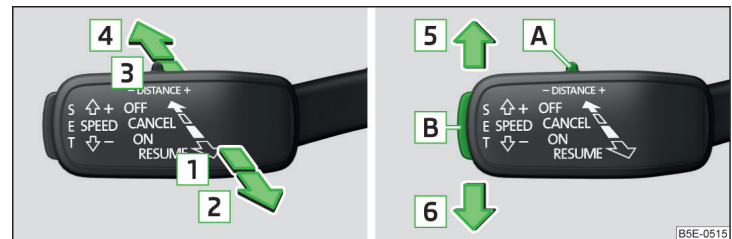

Abb. 224 Bedienungshebel
Übersicht der ACC-Funktionen, welche mit dem Hebel bedient werden » Abb. 224
- Die Taste **SET** » Abb. 224 auf Seite 193 drücken.
- **oder:** Den Hebel in die gefederte Stellung **RESUME** » Abb. 224 auf Seite 193 einstellen.
- Den Hebel in die gefederte Stellung **CANCEL** » Abb. 224 auf Seite 193 einstellen.
Die gewünschte Geschwindigkeit wird mit dem Bedienungshebel eingestellt oder geändert » Abb. 224 auf Seite 193.
› Den Schalter **DISTANCE** in die gefederte Stellung – oder + einstellen » Abb. 224 auf Seite 193.
Ein Beschleunigungsvorgang kann jederzeit durch Betätigung des Bremspedals oder den Druckpunkt CANCEL am Bedienungshebel » Abb. 224 auf Seite 193 abgebrochen werden.